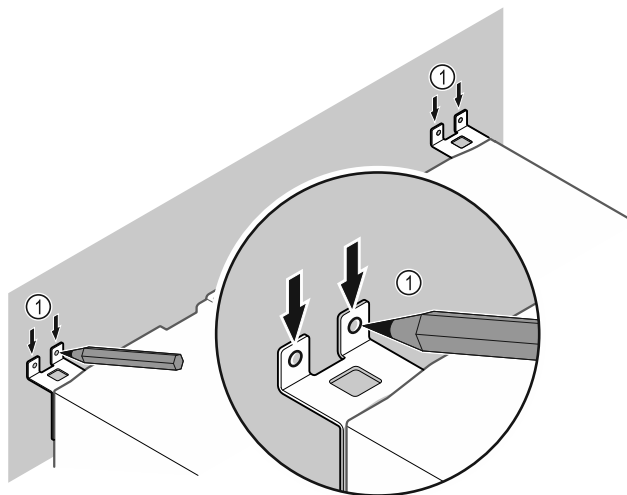

Fig. 12
- Udělejte na stěnu značky Fig. 12 (1).